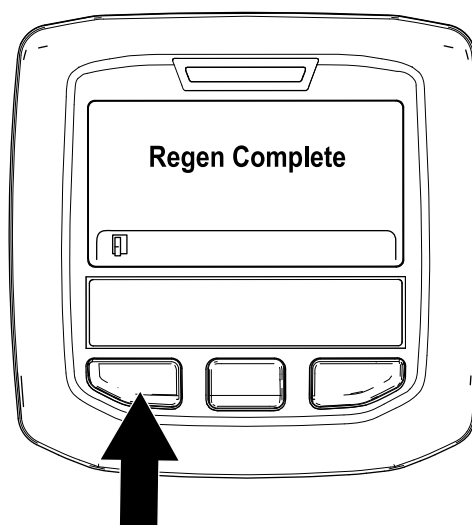

Figura 51
9. La rigenerazione parcheggiata è completa quando nell'InfoCenter appare il messaggio "Rigen. completa". Premete il pulsante sinistro per uscire e tornare alla schermata Home (Figura 51).